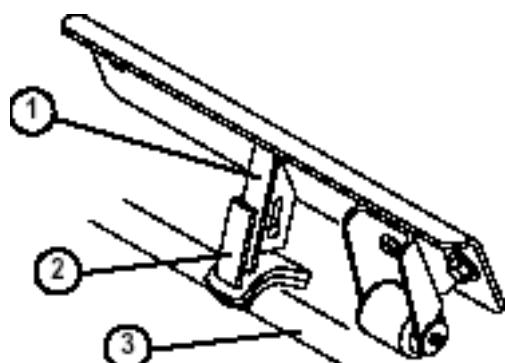

図 13
2. 前中央のユニットのスタビライザをサドルに固定しているキャリッジ・ボルトとナットをゆるめる（図13）
2. サドルを下げてキャリア・フレームに当てる（図13）